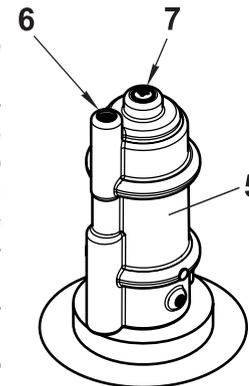

Рис. 8
4.4.4 Время открытия клапана зависит от настройки. Для регулировки времени открытия клапана используйте регулировочный винт 6 в верхней части корпуса замедлителя 5 (рис. 8). Поворачивая винт по часовой стрелке (вкручивание вовнутрь корпуса замедлителя), время открытия клапана увеличивается, и, наоборот, поворачивание винта против часовой стрелки (выкручивание из корпуса) - время открытия уменьшается.